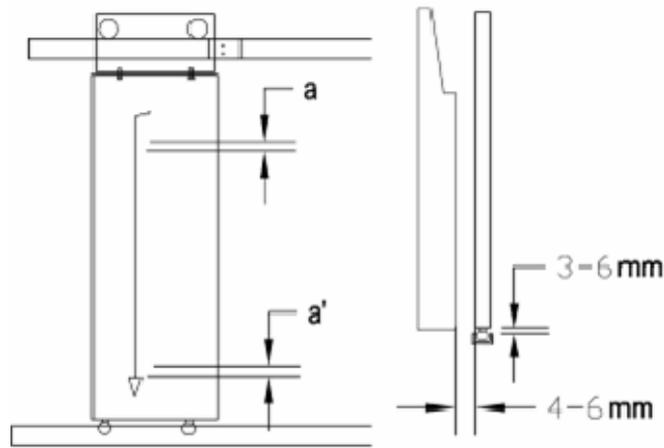

图 5
- ⑥ 调节 4 快门板宽面的垂直度和门板运行间隙，每块门板的宽面垂直度偏差 $\leq 1\text{mm}/1000\text{mm}$ ，见图 5。调节轿门慢门板窄边垂直度，要求门板下端与轿厢壁垂直度偏差 $\leq 1\text{mm}$ 。门板与门板间，门板与轿壁间运行间隙调整至 4~6mm。调整门板与地坎间隙至 3~6mm，见图 5。